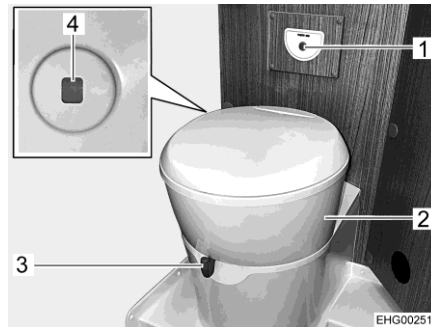

Bild 96 Toalett
Toalettskålen kan vridas till önskad position. Ta tag i toalettens överdel (Bild 96,2) med händerna och vrid.
Kontrollenheten med spolknappen (Bild 96,1) är placerad i närheten av toalettskålen.
- Öppna spjället på toaletten före spolning. Skjut för detta spjällspaken (Bild 96,3) moturs.
- För att spola, tryck på den blå spolknappen (Bild 96,1).
Nivåindikeringen (Bild 96,4) ändrar färg från grönt till rött när latrintanken måste tömmas.